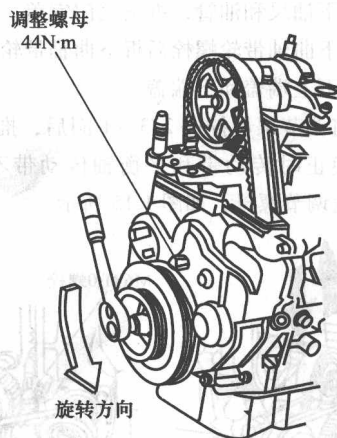

图 1-14 调整传动带张紧力
⑦ 检查完毕, 以 $245\text{ N} \cdot \text{m}$ 的力矩将曲轴带轮螺栓拧紧。
(4) 传动带张紧力的调整
① 先拆下蓄电池负极电缆, 然后再拆下正极电缆。
② 断开交流发电机的端子和插头, 然后从气门室盖上拆下发动机线束。
③ 拆下气门室盖。
④ 转动曲轴 5~6 圈, 以便调节传动带。
⑤ 将第一缸活塞转至上止点位置。
⑥ 将调节螺母松开 $2/3 \sim 1$ 圈, 如图 1-14 所示。
9) 调整正时传动带的张紧力（参见图 1-14）。